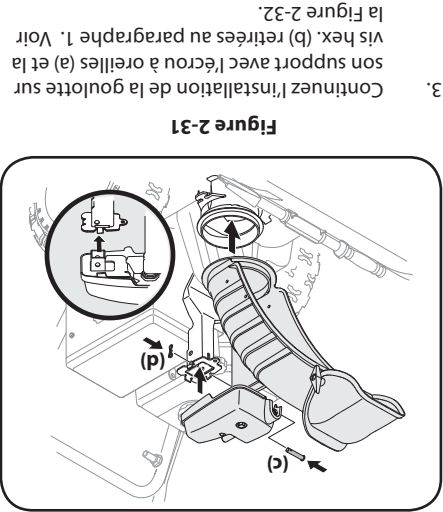

Figure 2-31
2. Positionnez la goulotte sur sa base. Maintenez la commande de la goulotte sur son support avec la goupille fendue (d) et l'axe de chape (c) retirées au paragraphe 1. Voir la Figure 2-31.